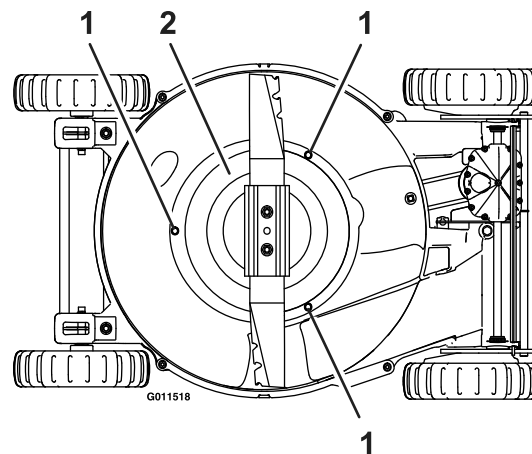

Figure 32
6. Retirez les trois vis qui fixent la protection du système BBC sur la machine (voir Figure 32).